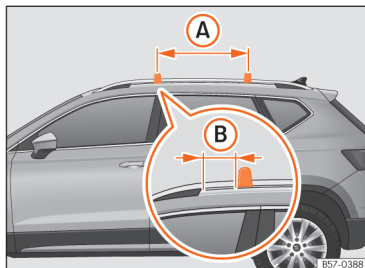

Fig. 180 Pontos de fixação das barras longitudinais para o porta-bagagens de tejadilho.
As barras transversais montam-se nas barras laterais do tejadilho. A distância entre barras transversais >>> **Fig. 180** (A) deverá ser entre 70 e 90 cm e a distância das barras transversais com os suportes das barras laterais do teto (B) deverá ser de 15 cm.